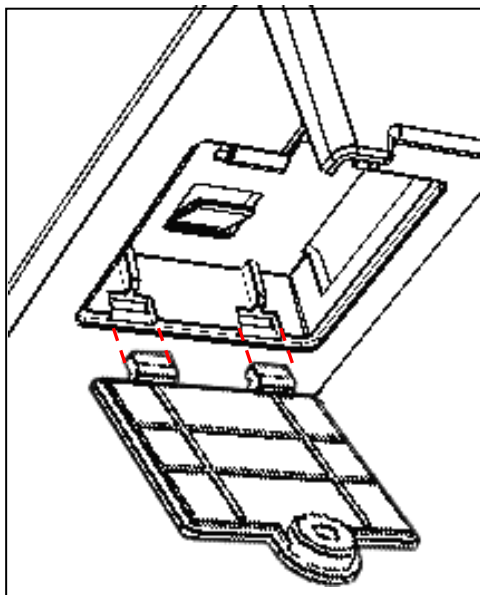

Рисунок 13. Извлечение крышки отсека для ФН (ФН условно не показан)
2. Освободить фиксаторы крышки из пазов отсека (смотрите рисунок 13), извлечь крышку.